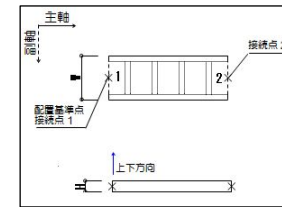

図4
- 4) 「ケーブルラック」の上下方向は、ラックの下端から上端へかう大きさ1の方向ベクトルとする。（図4参照）